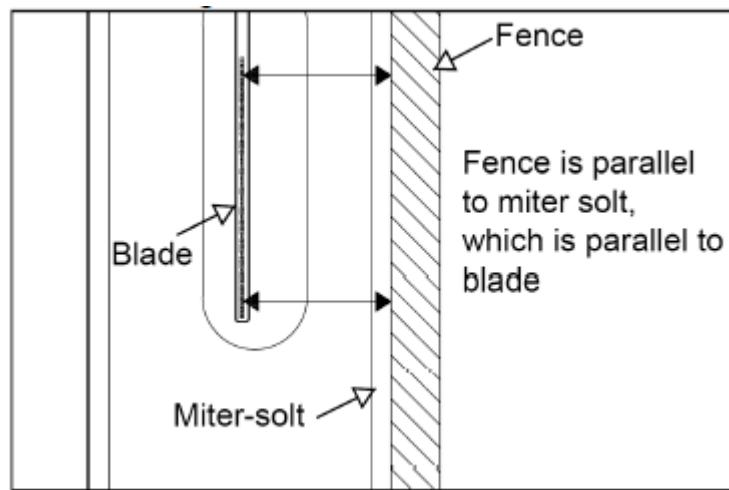

Рис.11
3. Проверьте параллельность и перпендикулярность параллельного упора (Рис.11)
Как показано на Рис.11, после закрепления упора убедитесь, что он расположен параллельно пазу пилы, который параллелен пильному диску. И убедитесь, что расстояние $L1 > L2$, $L1-L2 < 0,4$ мм ($1/64"$), что создает немного больший зазор между упором и пильным диском в задней части, чтобы снизить риск связывания или пригорания заготовки при ее подаче.